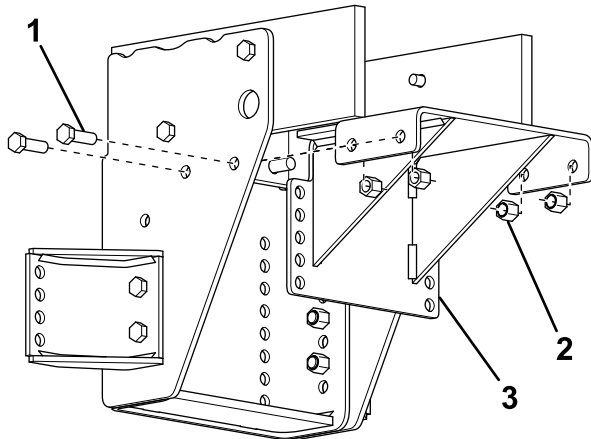

Bild 5
12. Befestigen Sie das mittlere Eckblech an den Seitenplatten mit vier Schrauben ($\frac{1}{2}$ " x $1\frac{1}{2}$ ") und Muttern (Bild 5).